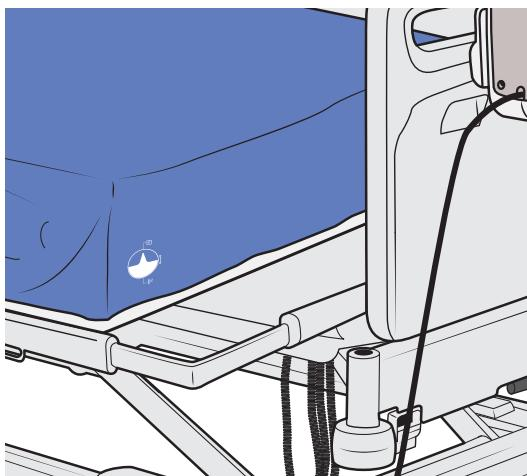

Figura 55
1. Localice el símbolo de válvula en la parte inferior del colchón. Véase la figura 55.
Localice el símbolo de válvula en la parte inferior del colchón. Véase la figura 55.